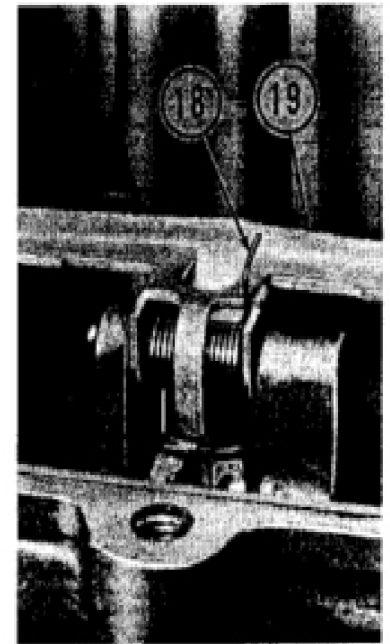

Fig. 103-View met de juiste installatie van floatspring (18); float hendel is (TS).
worden geïnstalleerd in nieuwe dekking. Veer (18) is geïnstalleerd om float lift te helpen; verwijzen naar Fig. 103 voor de installatie van de veer. Latere productie carburetors omvatten deze veranderingen. Float niveau wordt gemeten zoals aangegeven in Fig. 104. Voor vroege productie-eenheden niet met float veer (18-Fig. 101), meting moet worden 61/64 tot 1 1/64 inch. Voor modellen met hillside overstromingen correctie kit geïnstalleerd, of op